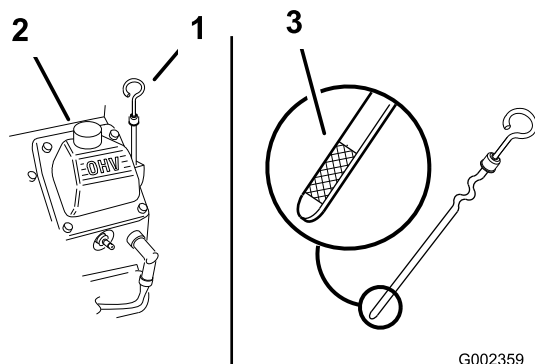

Figura 21
3. Pulite attorno all'asta di livello (Figura 21) in modo che la morchia non possa penetrare nel foro di rifornimento e danneggiare il motore.
4. Svitare l'asta di livello dell'olio e pulitene l'estremità (Figura 21).
5. Inserite a fondo l'asta di livello nel tubo di rifornimento, senza avvitarla (Figura 21).
6. Versate lentamente nel tubo di rifornimento (Figura 21) l'80% circa dell'olio indicato.